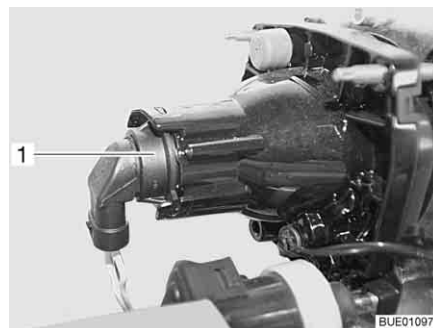

Fig. 259 Faro anabbagliante/abbagliante/luce di posizione
- Afferrare dietro il supporto lampada (Fig. 259,1).